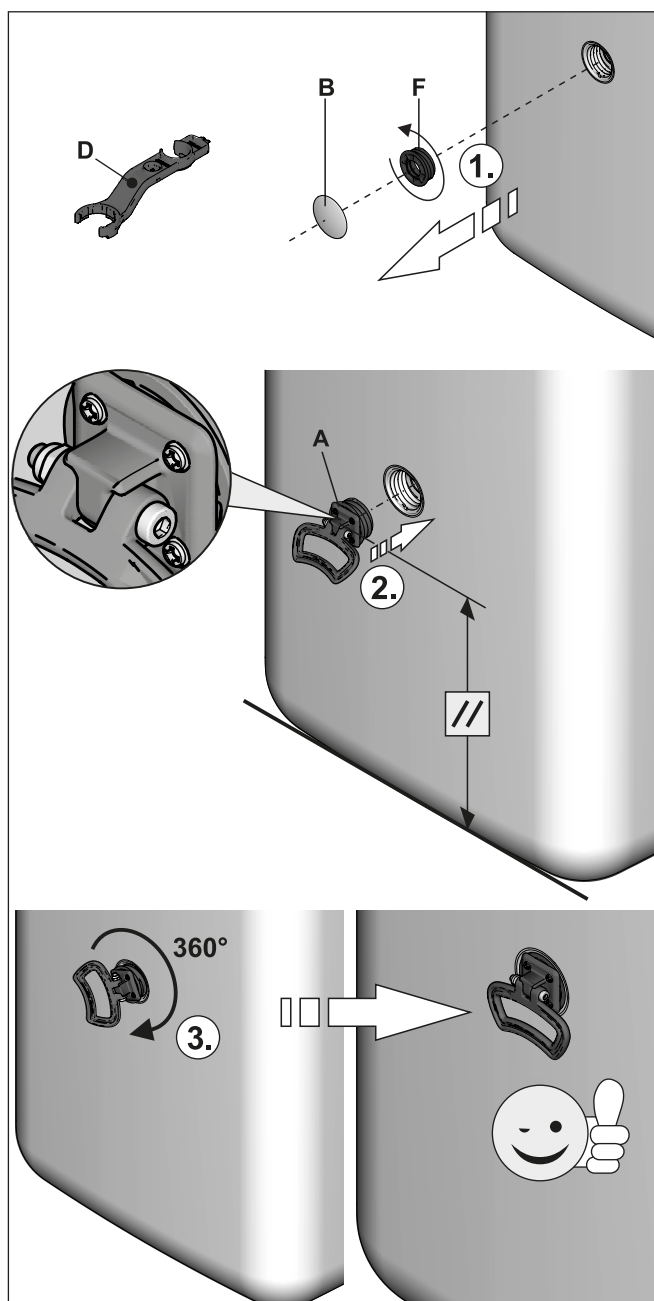

Fig. 3-6 Montage des poignées
- 2 Retirer les caches (Fig. 3-6, pos. B) sur le réservoir du ballon et dévisser les embouts filetés (Fig. 3-6, pos. F) des ouvertures sur lesquelles doivent être montées les poignées.
- 3 Visser les poignées (Fig. 3-6, pos. A) dans les orifices de filetage devenus libres.